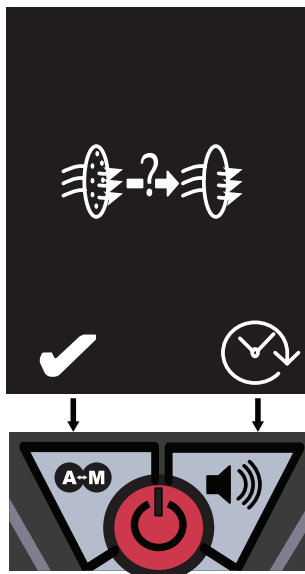

Abb. 15: Bestätigung des Filterwechsels
- ⇒ *Der Bildschirm zur Bestätigung des Filterwechsels wird angezeigt (siehe Abb. 15).*